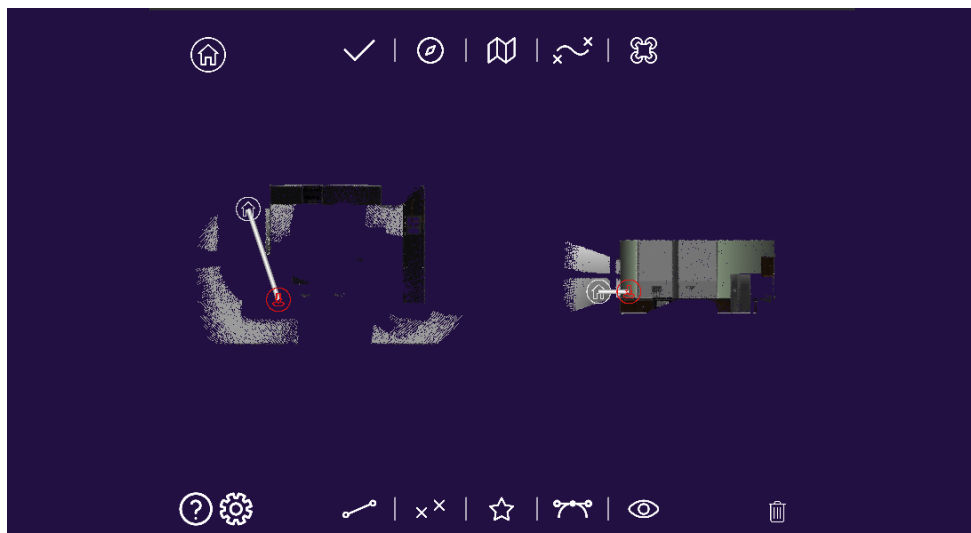

Figura 28. Poner el primer punto clave en el mapa del entorno
1. El último, se extenderá la línea. Véase la Figura 28.